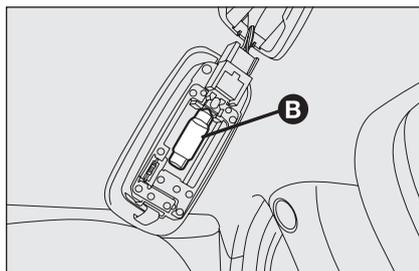

fig. 41
- sustituya la lámpara **B-fig. 41** desenchajándola de los contactos laterales y asegúrese de que la nueva lámpara quede bloqueada correctamente entre los contactos.